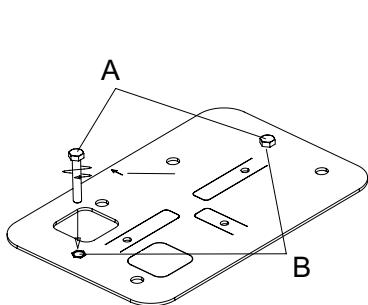

Fig. 4A
- 1) Introduzca y apriete a tope los tornillos M8x50 (ref. A) en los correspondientes insertos roscados (ref. B) de la placa (Fig. 4A).